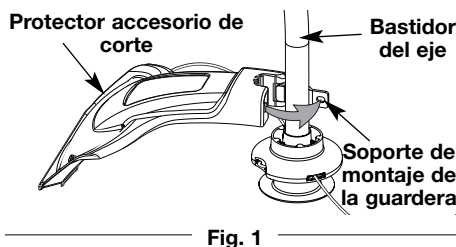

Fig. 1
1. Coloque el protector del accesorio de corte en el bastidor del eje. Cerciñese de que el soporte de montaje de la guardera se deslice en la ranura situada en el borde del protector de corte. Gire el protector en sentido antihorario hasta que quede en su lugar (Fig. 1). Los orificios en el soporte de montaje de la guardera y el protector del accesorio de corte se alinearán.